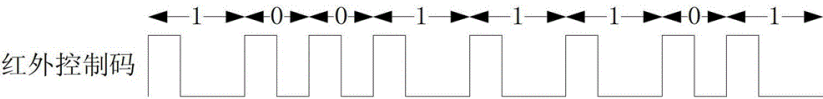

图 2 红外控制信号编码举例
(1) 分析信号编码。本次设计中不需要了解红外编码规则，但需要读懂红外信号波形表示的编码，图 2 是红外信号波形的编码图，供参考。